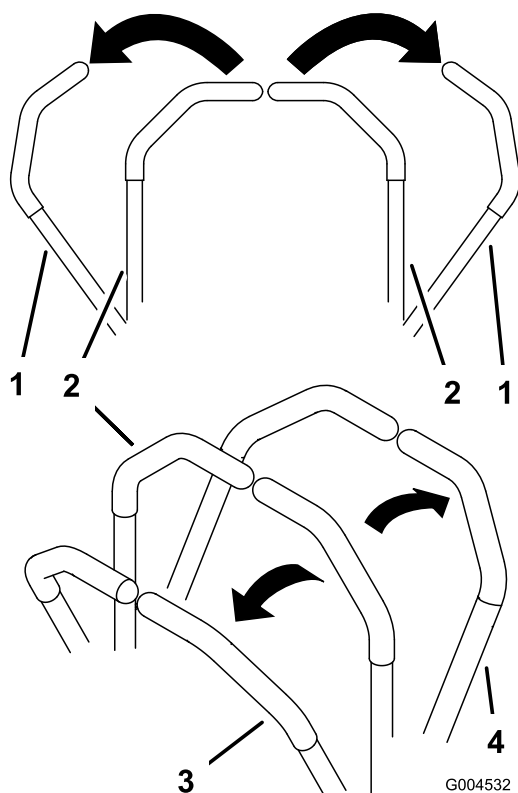

Figura 45
1. Mueva las palancas de control de movimiento hacia fuera (Figura 45) a la posición de bloqueo/punto muerto.
- Para ir hacia adelante en línea recta, empuje lentamente las palancas de control de movimiento hacia adelante (Figura 45).
- Para ir hacia atrás en línea recta, tire lentamente de las palancas de control de movimiento hacia atrás (Figura 45).
- Para girar, ralentice la máquina tirando hacia atrás de ambas palancas, y luego empuje hacia adelante la palanca del lado opuesto del sentido de giro (Figura 45).